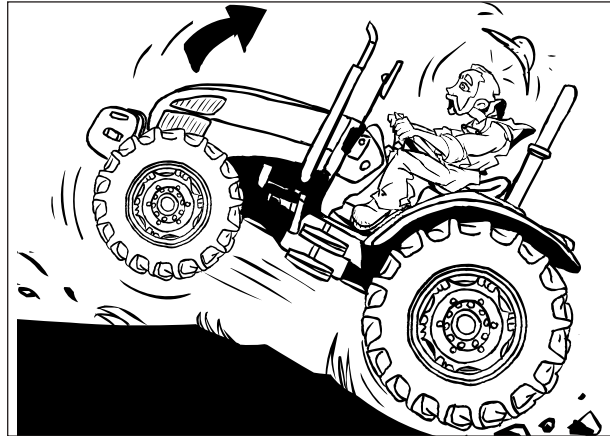

Fig. 25a
- Arranque lentamente y aumente la velocidad gradualmente. NO aumente las revoluciones del motor, ni desembrague. Si el tractor está enganchado con una carga pesada o con un objeto inamovible, el uso inadecuado del embrague podría causar el vuelco. (Fig. 25a, 25b e 26a)
- Si la parte delantera del tractor empieza a alzarse, desembragar tempestivamente (Fig. 25a).
- Si el tractor está bloqueado en el fango o en el terreno, NO intente salir avanzando. El tractor podría girar alrededor del eje trasero y volcar (Fig. 25a). Alce o quite los implementos y pruebe con la MARCHA ATRÁS. Si no es posible, remolque el tractor con otro vehículo idóneo.